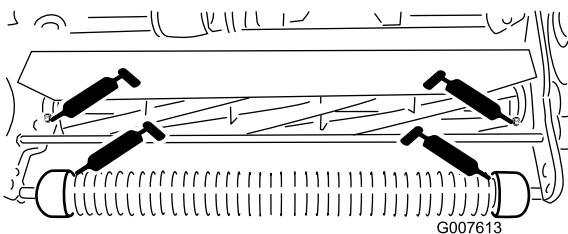

図 17
- ・ 前ローラ（2ヶ所）（図 17）
- ・ リールベアリング（2ヶ所）（図 17）